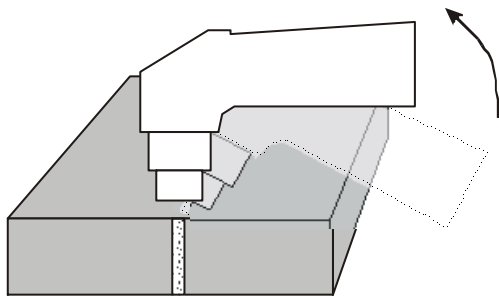

Abb. 4
4. Wenn die Möglichkeit besteht, empfehlen wir, an der Materialkante zu starten. Im Fall, dass man ein Loch schneidet oder man muss in der Mitte des Materials beginnen, schwenkt man leicht den Kopf des Brenners und richtet ihn schrittweise in vertikale Stellung so aus, dass das wegspritzende Material nicht die Düse verstopft (siehe Abb. 4). Diesen Arbeitsgang muss man immer einhalten, wenn die Stärke des zu schneidenden Material 3 mm überschreitet.